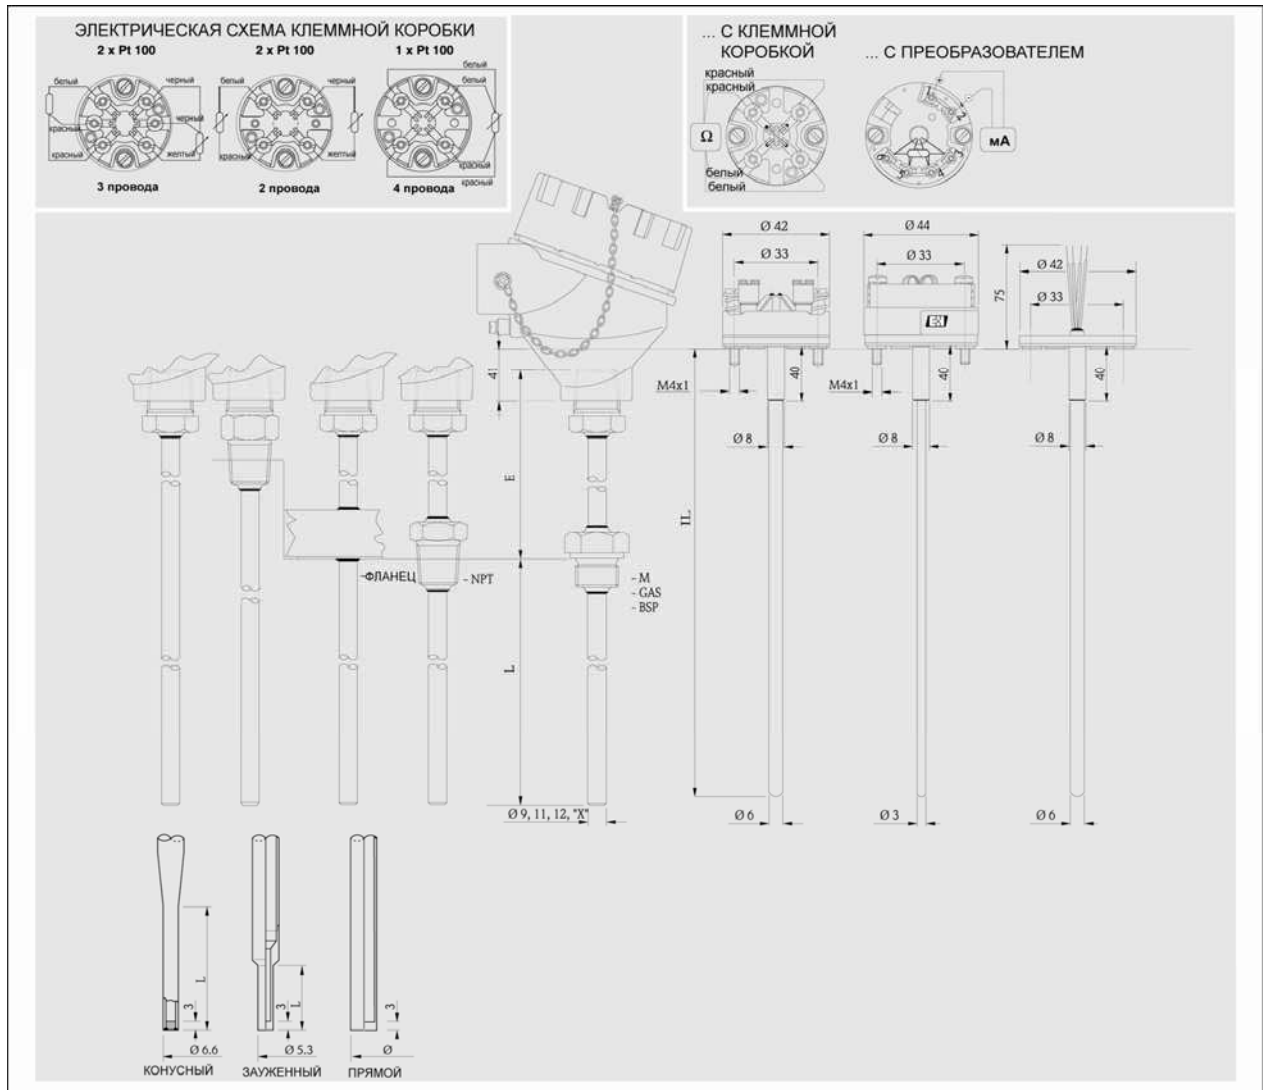

Рис. 6. Функциональные компоненты, стандартные электрические схемы (для керамической клеммной коробки), наконечник на нижней части зонда.
Для замены длина вставки (IL) должна выбираться в соответствии с глубиной погружения (L) термогильзы (см. Рис. 6). Если нужны запасные части, обратитесь к следующей таблице.
Хотя при поставке схема подключений для одинарных датчиков Pt100 всегда соответствует 4-проводной конфигурации, можно подключить преобразователь и по 3-проводной схеме, не подсоединяя один из выводов (см. Рис. 6). Для вставок с сертификацией АТЕХ возможны 2-проводные конфигурации для двойных Pt100 и 2, 3 и 4-проводные конфигурации для одинарных Pt100.
Что касается термогильзы, неровность поверхности (Ra) смачиваемых деталей равна 0,8 мм, а различные типы наконечников (конусных или зауженных) иллюстрируются на Рис. 6.